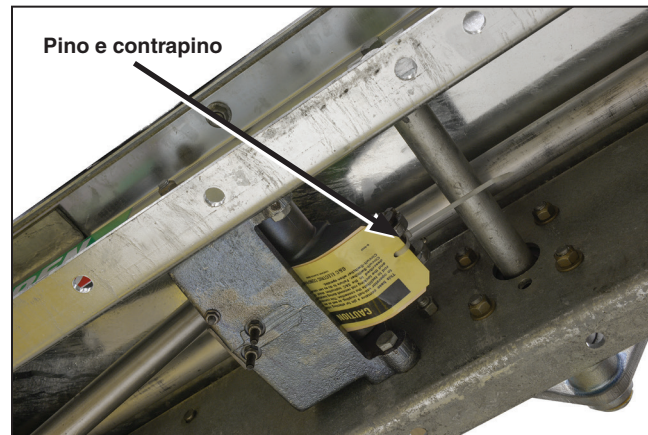
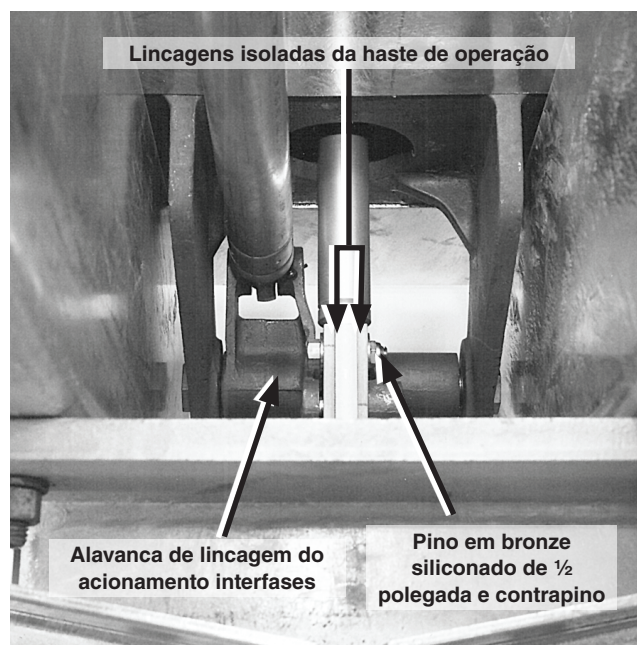

Figura 8. Remova o pino e o contrapino de $\frac{3}{4}$ polegada da alavanca de acionamento interfases dentro da base de alta velocidade.
Figura 14. Acoplamento da haste isolada de operação ao acionamento interfases.
Remova também o pino em aço inoxidável de $\frac{3}{4}$ de polegada e seu contrapino da alavanca do eixo de acionamento interfases contido na base de alta velocidade. Ver Figura 8 e Figura 14 na página 21. Guarde essas peças para reutilização no Passo 1 na página 22.
Movimente com cuidado a alavanca de transição para a posição **Aberta**. Se a alavanca de transição não puder ser girada livremente em sentido **Anti-horário** pleno, há um desalinhamento do acionamento interfases na base de alta velocidade. Bascule as lincagens da ponta da haste isolada de operação para cima, distanciando da alavanca de acoplamento do acionamento interfases e tente girar novamente a alavanca de transição em sentido **Antihorário** até a posição plena. Ver Figura 14.
- (d) Acople a lincagem da ponta da haste isolada de operação à alavanca de acoplamento do acionamento interfases na base de alta velocidade usando o pino em bronze siliconado de $\frac{1}{2}$ polegada e o contrapino que tinha sido guardado no Passo 2(b) na página 19. Ver Figura 14. A haste isolada de operação pode ser movimentada para cima ou para baixo, conforme necessário, para realizar a conexão.
- Cada haste isolada de operação foi conectada ao acionamento interfaces. Ver Figura 14 na página 21.